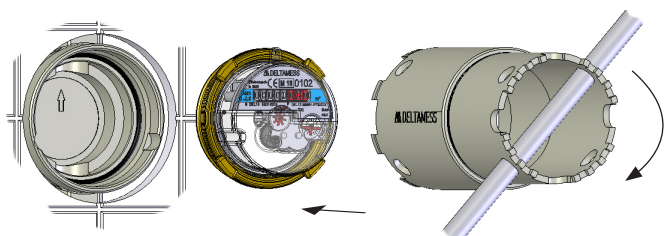

Bild 5 - Kapsel eindrehen (Fließrichtung beachten)
- Kapsel in Fließrichtung einsetzen und mit Montageschlüssel bis zum Aufsetzen der Kopfringnocken in das Gehäuse eindrehen (Bild 5).